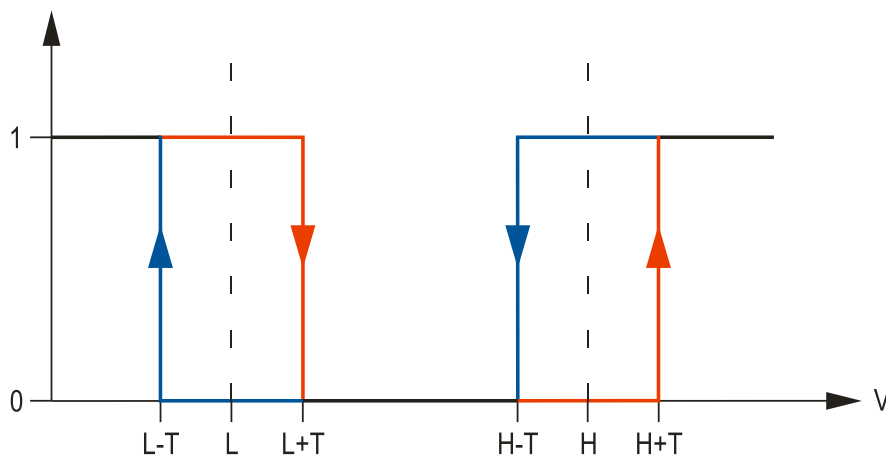

Abb. 10. Funktionsweise der analogen Linie. 0 – keine Verletzung. 1 – Verletzung.
- die Spannung an der analogen Linie unter die Grenze L fallen (Minus Toleranz) oder über die Grenze H (Plus Toleranz) steigen muss, damit das Modul das Überschreiten des einprogrammierten Wertes registrieren kann (siehe: Abb. 10).
- die Spannung an der analogen Linie über die Grenze L (Plus Toleranz) steigen oder unter die Grenze H (Minus Toleranz) fallen muss, damit das Modul das Verletzungsende registrieren kann (siehe: Abb. 10).